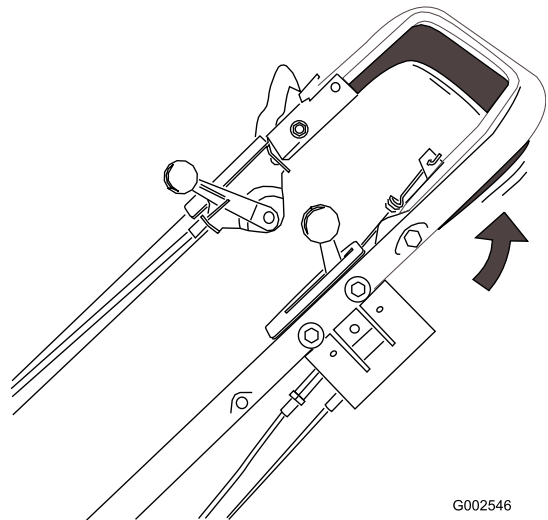

Bild 17
3. Drücken Sie den Fahrtriebshebel gegen den Griff (Bild 17).